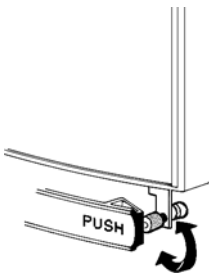

figure 12
- 5 - Vous pouvez régler l'ouverture du robinet et donc le flux de boisson distribuée en agissant sur l'embout situé derrière la touche du robinet (voir figure 12).